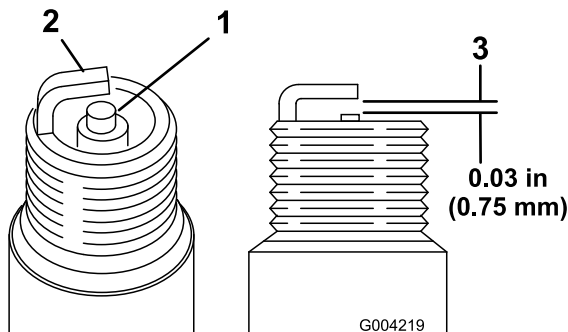

Bild 50
1. Sehen Sie sich die Mitte der Zündkerzen an (Bild 50). Wenn der Kerzenstein hellbraun oder grau ist, ist
- Prüfen Sie den Abstand zwischen den mittleren und seitlichen Elektroden (Bild 50).
- Verbiegen Sie die seitliche Elektrode (Bild 50), wenn der Abstand nicht stimmt.